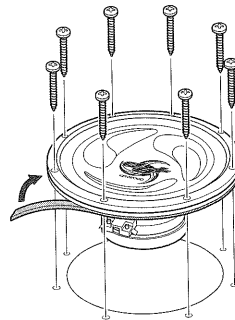

Figura. 1
1. Ponga la cinta de junta incluida en la parte posterior de la brida del altavoz como se muestra en la figura 1 para que la brida quede completamente cubierta.